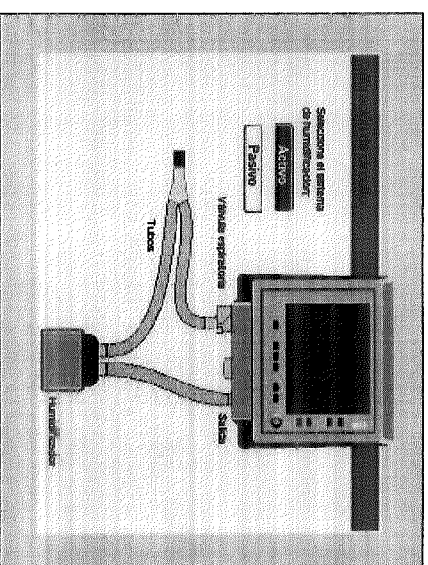

Figura 5. Interfaz seleccionar humidificador
- Seleccionar tipo de humidificador a utilizar (Activo, Pasivo) (ver figura 5).